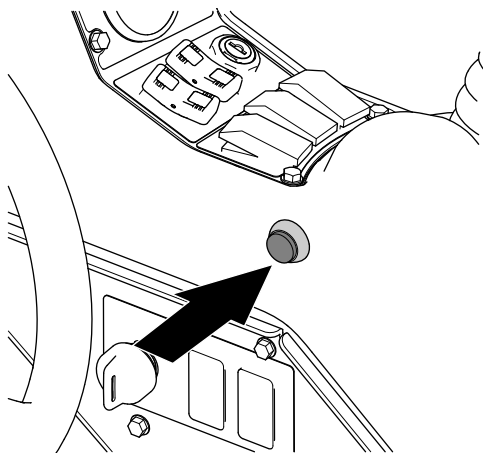

Figure 240
7. Sur la machine, placez la commande générale des sections à la position MARCHÉ (Figure 240)